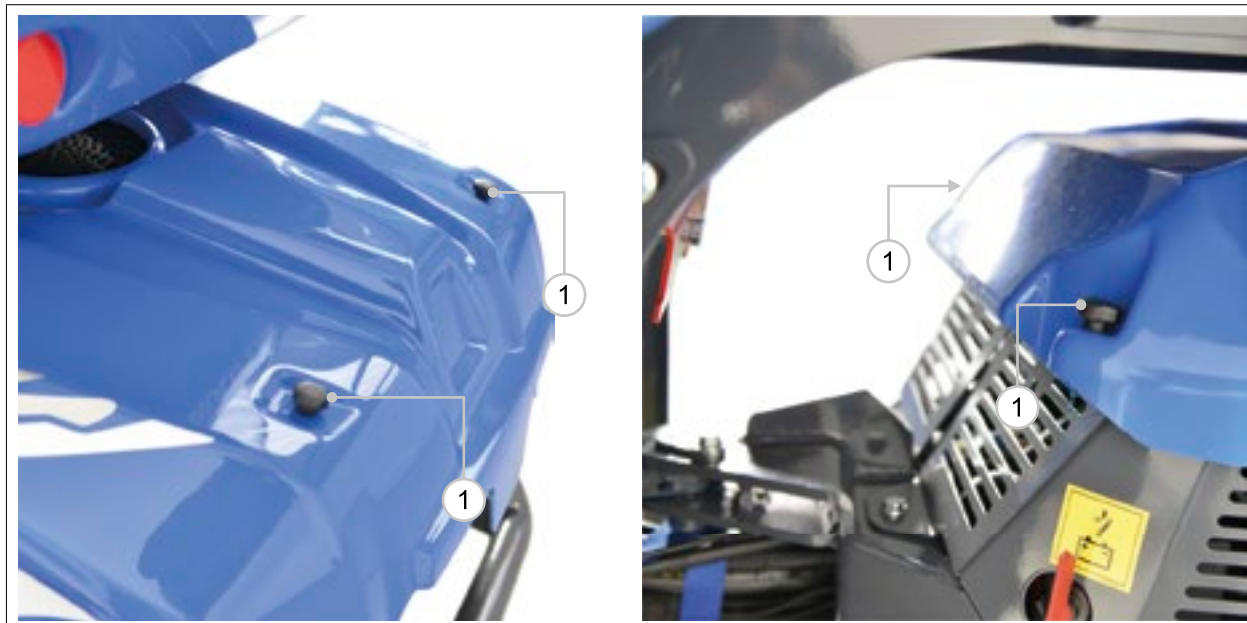

РИС. 31
- 2) Выкрутите четыре заглушки, держащих крышку двигателя (РИС. 31 - Сс. 1).